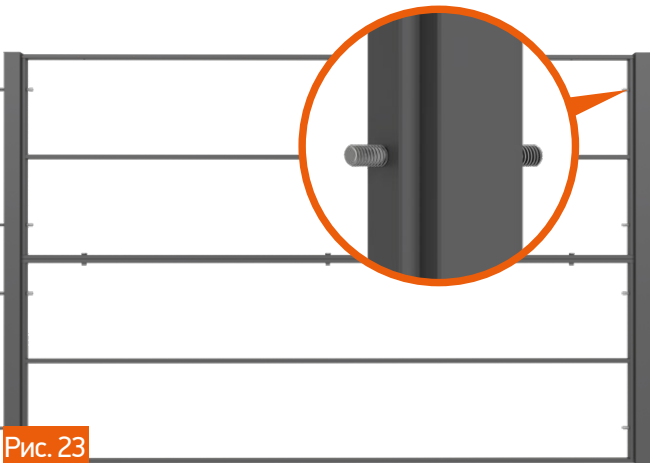

Рис. 23
3. Установите крепёжные шпильки в отверстия (4 шпильки на один столб). Шпилька должна выступать из отверстия в секции на 20 мм. Рис. 23.